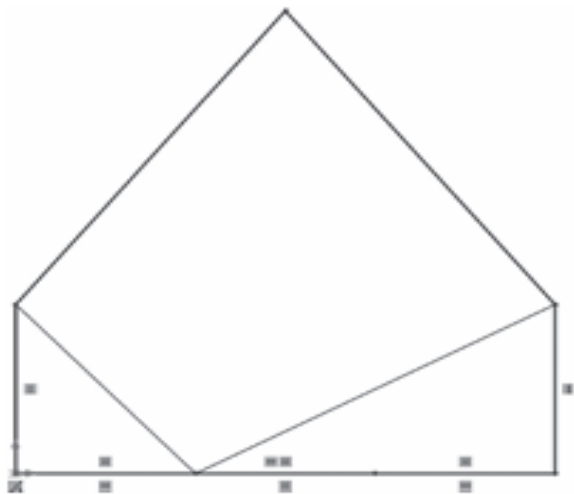

图 1-51 草图轮廓
- (1) 新建SolidWorks文件，选择【前视基准面】，进入草图绘制环境。
- (2) 从原点开始绘制草图，如图1-51所示。